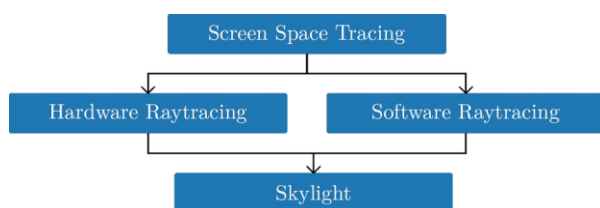

Abbildung 3: Schematische Zeichnung der Raytracing-Pipeline auf der *Lumen* basiert (erstellt nach [24]).
*Lumen* arbeitet mit einer hybriden Raytracing Pipeline, deren Schema in Abbildung 3 zu sehen ist.